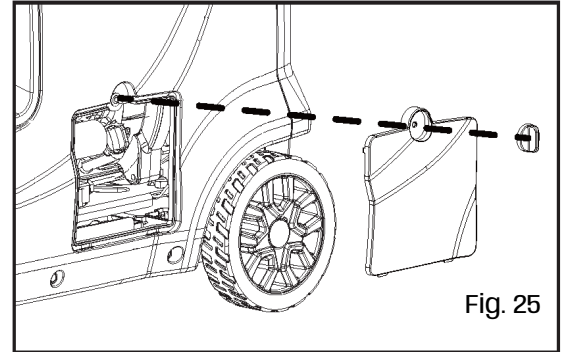

Fig. 25
2. Desenrosque el pomo de la tapa del depósito de aceite y retire la tapa del panel lateral (Fig. 25).